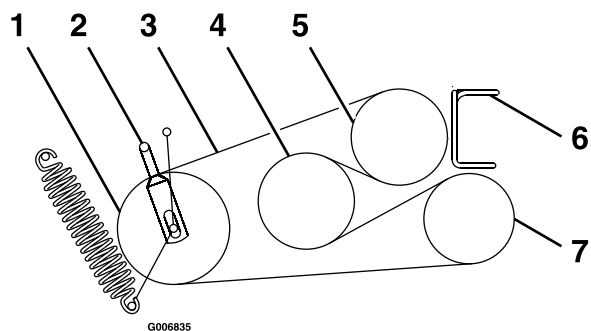

Figure 56
6. Desserrez les guides de courroie A et B (Figure 56).
8. Installez les courroies neuves sur les poulies, comme montré à la Figure 56.